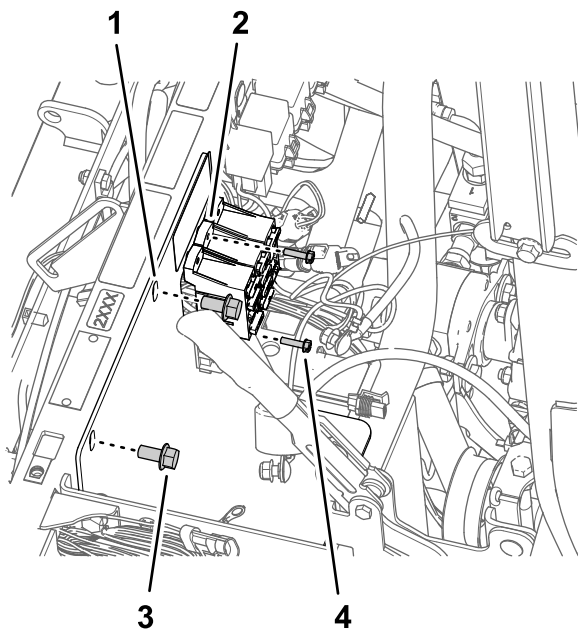

図 169
3. ヒューズブロックをバッテリーブラケットに固定しているボルト10-24 x ¾"とナット 10-24を取り外す 図 169。
4. バッテリーブラケットを車体のショックサポートチューブに固定しているフランジヘッドボルト $\frac{3}{8}$ " x $\frac{3}{4}$ "2本を取り外す 図 169。